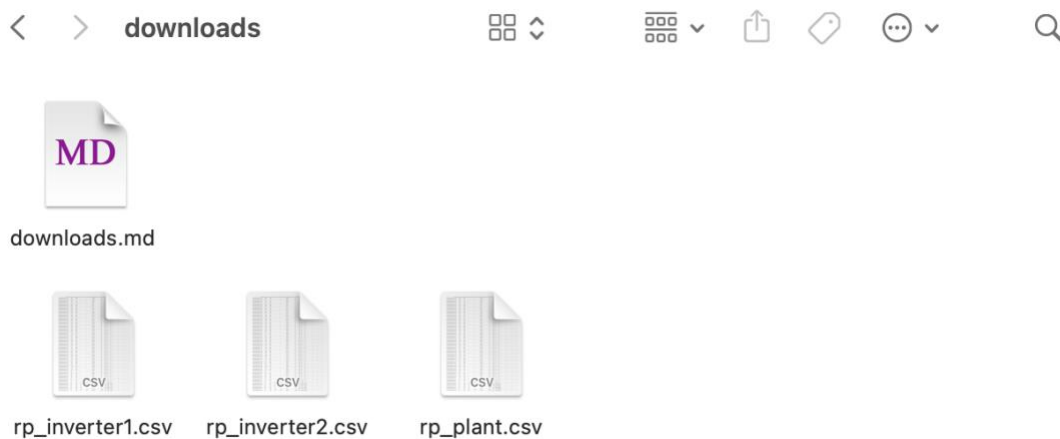

Figura 1.13. Descargas en la carpeta *cno\_solar/downloads* del tab Recurso-Potencia.
la Figura 1.13 tres archivos: uno por inversor y uno para la planta completa, correspondiente a la adición de los dos archivos de los inversores.
- El nombre de los archivos .CSV siguen un orden numérico de descarga según el orden alfabético de carga de los archivos de configuración. Es decir, el archivo denominado *rp\_inverter1.csv* en la Figura 1.13 corresponde al Inversor 2 (28.8 kWp) y el archivo *rp\_inverter2.csv* corresponde al Inversor 1 (51.2 kWp), dado que alfabéticamente el orden de carga es: *system\_config\_SD29.json*, seguido de *system\_config\_SD51.json*. Este orden mantiene congruencia con la definición del parámetro *Disponibilidad*.